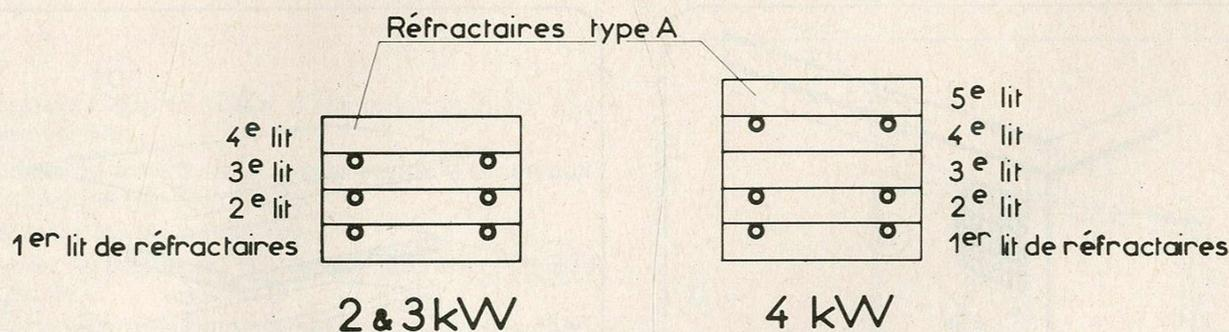

FIG 4
- Respecter l'empilage de réfractaires et de résistances comme sur la fig. 4 ci-dessous.
**NOTA :** Pour les modèles 2 et 3 kW, le troisième lit de réfractaires reçoit une résistance (fig. 4). Cette résistance se met en place en la couplant, un décalage de l'épaisseur d'une brique existant entre l'emplacement des spires et la sortie de la cuve.